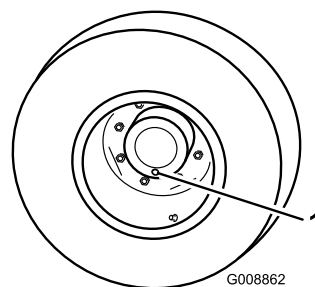

Figure 67
1. Placez la machine sur une surface plane et horizontale et tournez une roue de sorte que les bouchons de contrôle/vidange se trouvent à la position la plus basse (6 heures) (Figure 67).